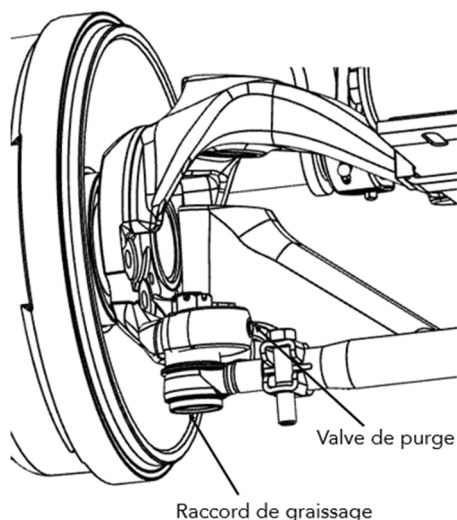

Figure 2 - Emplacement de l'embout
7. Localisez et nettoyez tous les raccords de graisse de l'extrémité de la biellette de direction avant d'appliquer la graisse (Figure 2).